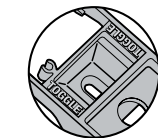

Figure 1
- Lorsque « TOGGLE » est visible à travers le couvercle, le dispositif de verrouillage est prêt à recevoir un interrupteur à bascule. (Voir Figure 1)